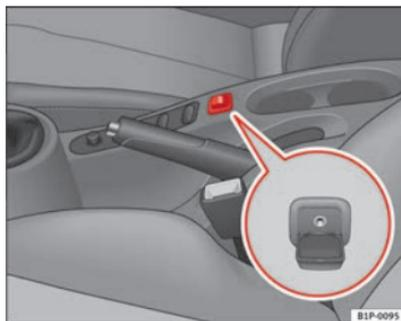

Fig. 101 Conector para a entrada auxiliar de áudio
- Levante a cobertura AUX ⇒ Fig. 101.